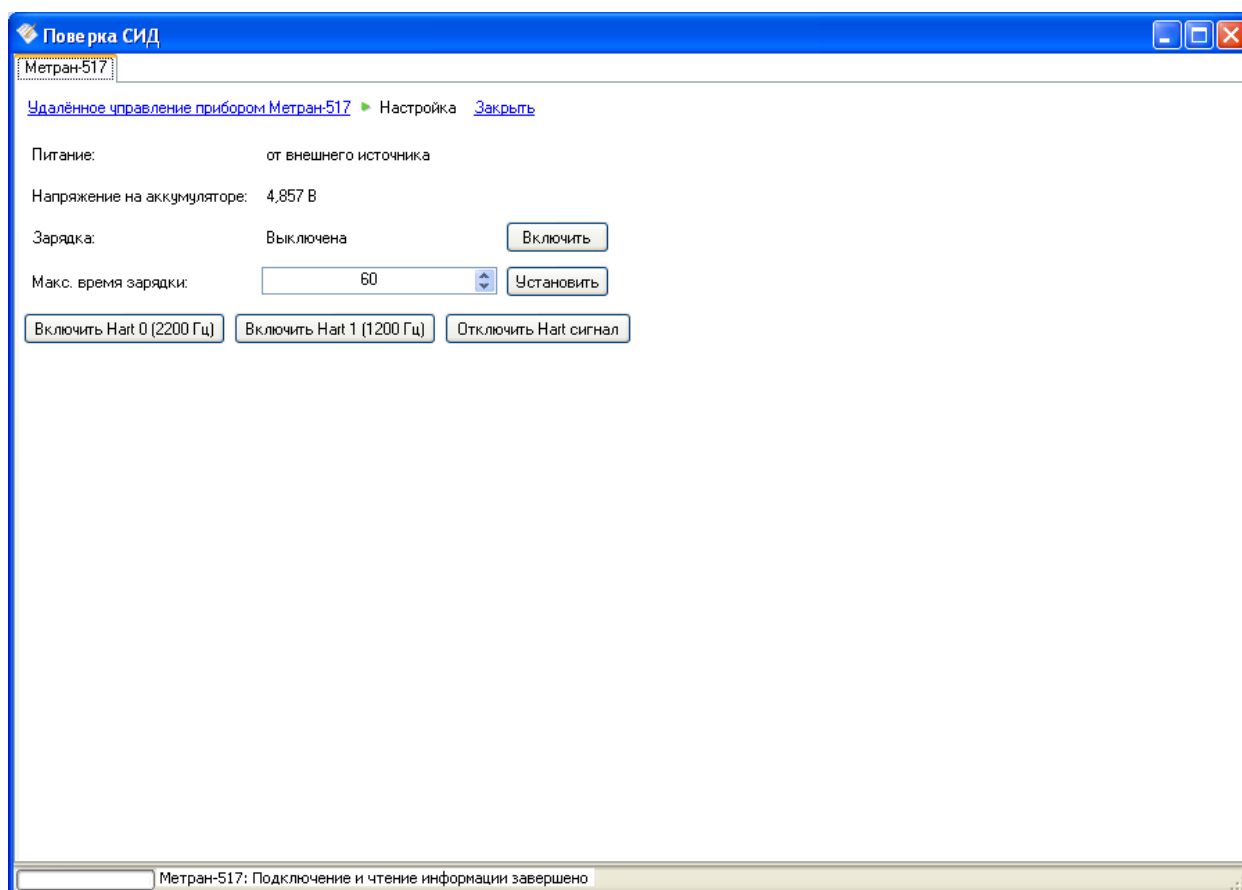

Рисунок 4.97 – Режим настройки калибратора Метран-517
- Настройки (см. Рисунок 4.97).
В окне программы расположены следующие компоненты (см. Рисунок 4.97):